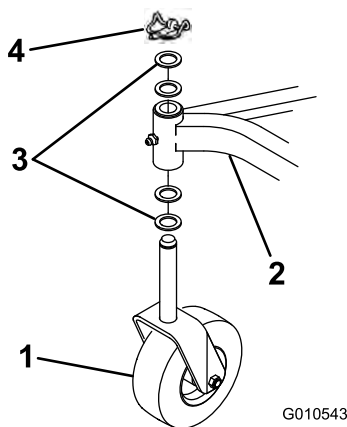

Bild 5
2. Entfernen Sie den Klapstecker und die zwei Druckscheiben, mit denen jedes Laufrad ausgeliefert wird. Lassen Sie zwei Druckscheiben auf jeder Welle; setzen Sie die Wellen in das Rahmenbefestigungsrohr ein und bringen Sie die Druckscheiben und den Klapstecker an (Bild 5).